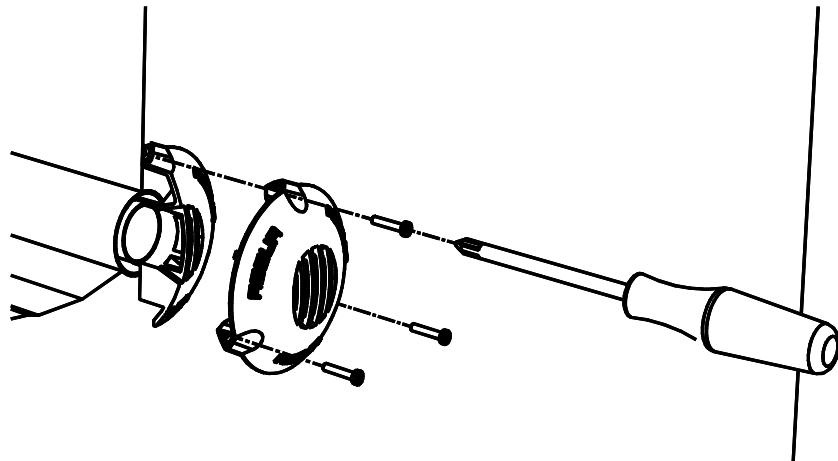

Figura 12 – Fissaggio terminale
1. Applicare il terminale antivento in alluminio al muro esterno in modo che si incastrino all'estremità del tubo fumi e segnare la posizione dei tre fori per i tasselli ad espansione (vedi Figura 12). Il terminale deve essere montato con la grigliatura scarico fumi disposta verticalmente.
3. Rimontare il terminale e fissarlo con le viti per mezzo dei relativi tasselli (vedi Figura 12).